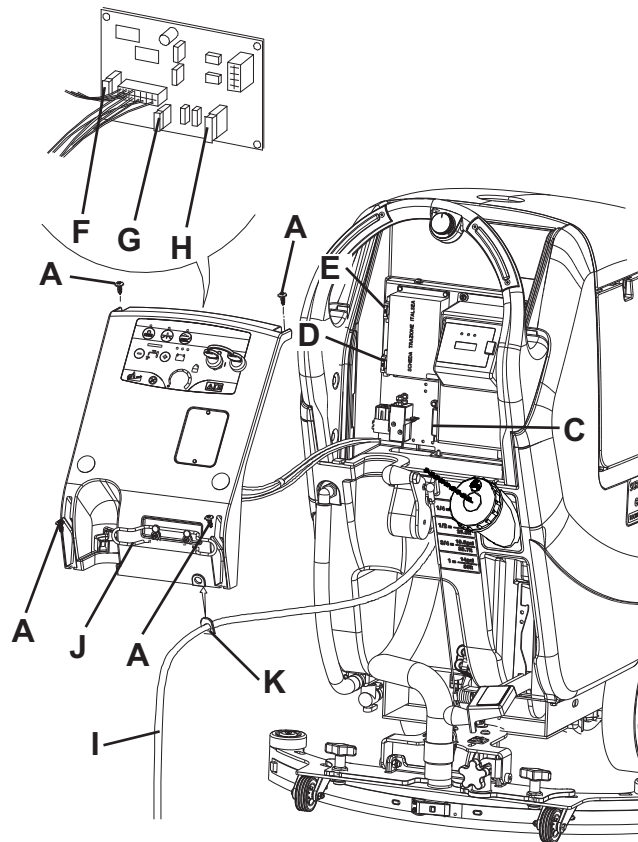

Afbeelding 9
2. Zet de contactsleutel (80) in de stand '0'.
3. Open de afdekking (A, Afb. 9) in de stand voor spoelen (L).
4. Reinig en spoel de afdekking (A), de tanks (B en C) en het aanzuigrooster met automatische sluiting met vlotter (D) met schoon water.
5. Verwijder het water uit de tanks met de slangen (16 en 17). Koppel eventueel de steunen (E) los, open het rooster (D) en haal de vlotter (F) eruit. Reinig deze met zorg en plaats weer terug.
6. Controleer of de pakking (G) van de afdekking van de tank heel is.